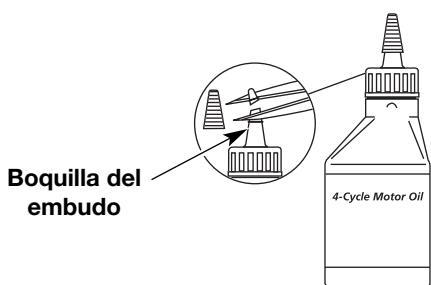

Fig. 5
Su unidad trae una botella de aceite SAE 30 SF, SG, SH de 90 ml (3.04 onzas fluidas) (Fig. 5).
- Desenrosque la tapa de la botella de aceite y retire el sello de papel que cubre la apertura. Vuelva a colocar la tapa. Corte la punta de la boquilla del embudo (Fig. 5).